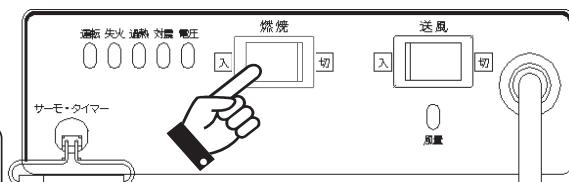

図4-1 点火操作
- 燃焼スイッチを「入」にしてください（図4-1参照）。運転ランプが点灯し、約5秒後に着火します。